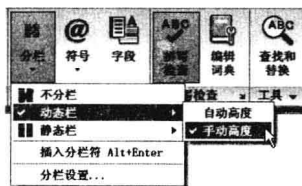

图 5-2-13
(8) 在“插入”面板中，单击“分栏/动态栏/手动高度”，如图 5-2-13 所示。